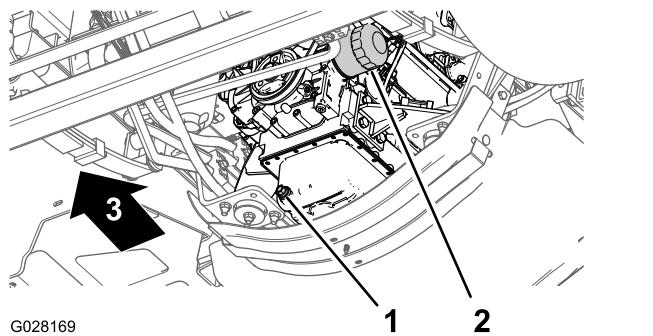

Figure 70
3. Placez un bac de vidange sous le filtre à huile moteur (Figure 70).
4. Retirez le filtre à huile usagé (Figure 70).
8. Posez le filtre à huile sur l'adaptateur et vissez le filtre dans le sens horaire jusqu'à ce que le joint en caoutchouc touche l'adaptateur, puis serrez encore le filtre de $\frac{1}{2}$ tour (Figure 70).
1. Placez un bac de vidange sous le bouchon de vidange (Figure 70).
2. Enlevez le bouchon de vidange pour permettre à toute l'huile de s'écouler (Figure 70).